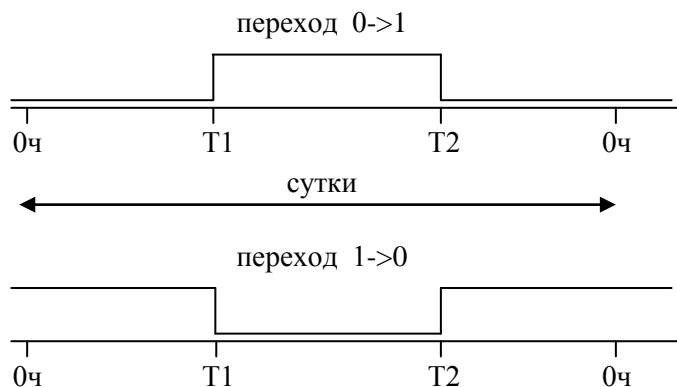

Рисунок 66
1.1.4.43.13 Функция «Включение/выключение по расписанию» может использоваться для включения/выключения в установленное время T_1 и T_2 оборудования по будним дням. Эта функция разбивает сутки на 3 интервала времени: с начала суток до метки T_1 , с метки T_1 до метки T_2 , с метки T_2 до конца суток. Метки времени T_1 и T_2 и состояние выхода указываются при конфигурировании. Рисунок 66 поясняет использование данного условия.